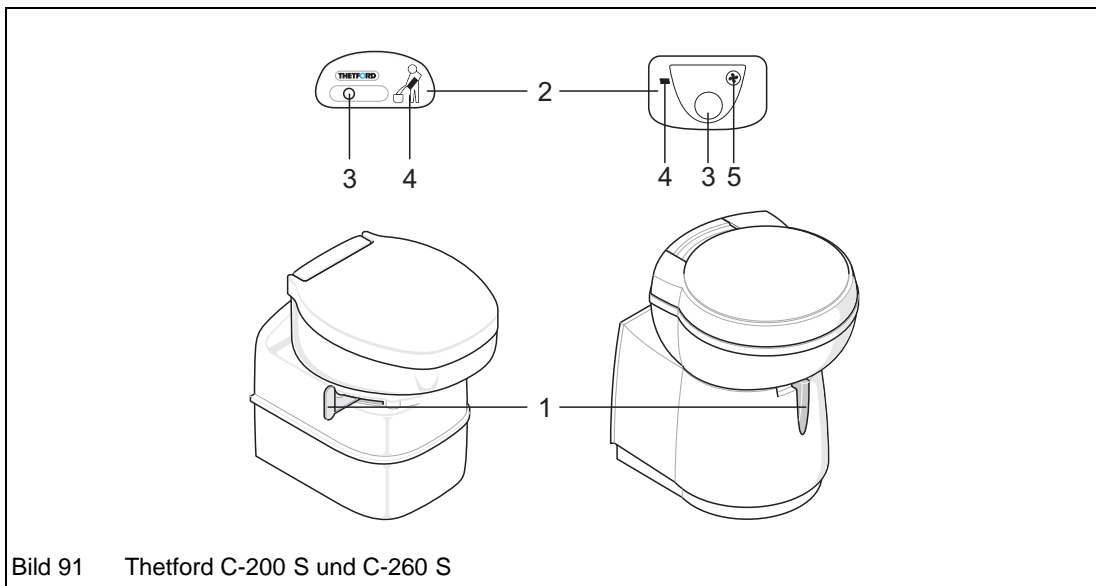

Bild 91 Thetford C-200 S und C-260 S
- ➔ Vor dem Spülen den Schieber mit Hilfe des Hebels (Bild 91/1) öffnen.
- ➔ Spülknopf (Bild 91/3) einmal betätigen, um das Bedienfeld zu aktivieren.
- ➔ Hebel (Bild 91/1) zur Seite schieben, falls der Schieber noch geschlossen ist.
- ➔ Zum Spülen den Spülknopf (Bild 91/3) mehrere Sekunden lang drücken (eventuell müssen Sie das Bedienfeld (Bild 91/2) wieder neu aktivieren).
- ➔ Nach dem Spülen den Schieber mit dem Hebel (Bild 91/1) wieder schließen.
Der Fäkalientank (Bild 92/1) hat eine Kapazität von ca. 17 l und muss spätestens dann entleert werden, wenn die Füllstandsanzeige (Bild 91/4) aufleuchtet. Lassen Sie den Fäkalientank nicht zu voll werden.
Der Fäkalientank (Bild 93/1) hat eine Kapazität von 18 l und muss spätestens dann entleert werden, wenn die Füllstandsanzeige (Bild 91/4) aufleuchtet. Lassen Sie den Fäkalientank nicht zu voll werden.
- ➔ Schieber (Bild 91/1) im WC schließen.